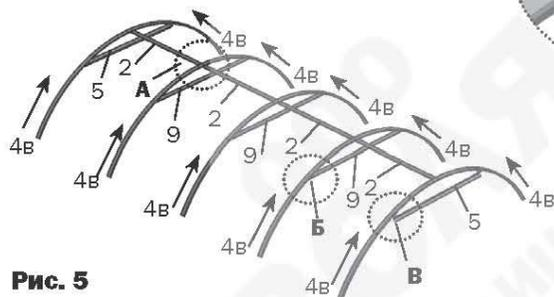

Рис. 5
2. Выполняйте сборку в соответствии с фотографиями этапов сборки и узлов, представленными на **рис. 5...12**. На рисунках показана сборка теплицы длиной 4 м. Необходимая длина теплицы достигается путем добора соответствующих деталей из пакета(ов) «Вставка». Для соединения деталей используются винты M5x10.